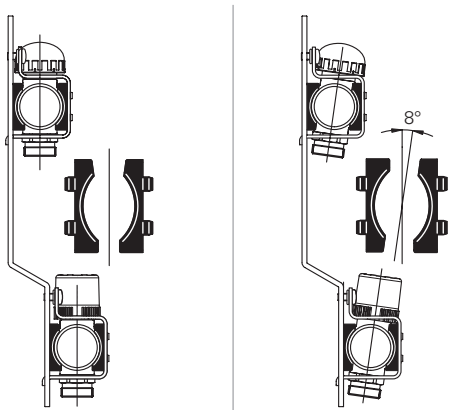

Рис. 9
- Можно повернуть приблизительно на 8° каждый коллектор для более лёгкого монтажа труб и уплотнений (Рис. 9).